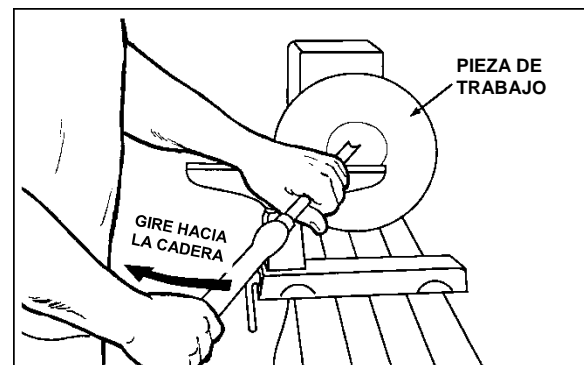

Figura 10-11
5. Ponga una gubia de cuchara de 1/2" en el apoyo de la herramienta, en el centro de la pieza de trabajo con la acanaladura apuntando a la parte de arriba del cuenco. El mango de la herramienta debe estar al mismo nivel y apuntando hacia la posición de las cuatro en punto, según se muestra en la Figura 10-11.
6. Use la mano izquierda para controlar el filo de la gubia, mientras que la mano derecha hace girar la herramienta alrededor de su cuerpo (Figura 10-11). La acanaladura debe empezar haciendo frente a la parte superior de la pieza de trabajo, y girar hacia arriba a medida que se introduce más profundo en el cuenco a fin de mantener una curva uniforme limpia. A medida que la herramienta se introduce en el cuenco, trabaje avanzando hacia el borde. Tal